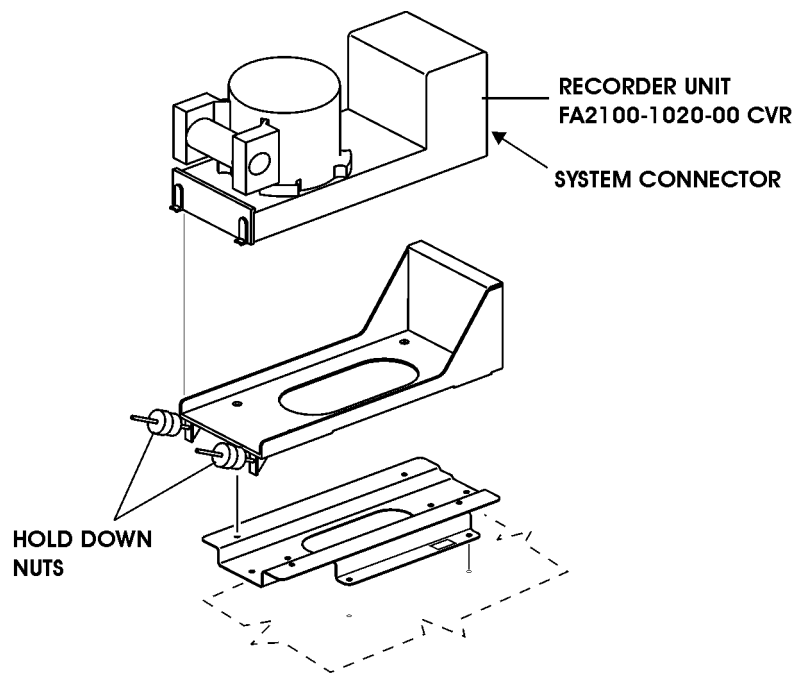

Fig. 201 - Recorder Unit FA2100-1020-00 CVR
2. Recorder Unit FA2100-1020-00 CVR - Removal (Refer to Fig. 201)
3. Recorder Unit FA2100-1020-00 CVR - Installation (Refer to Fig. 201)